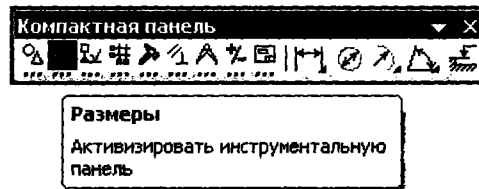

Рис. 17.4. Компактная панель в режиме чертежа с открытой панелью инструментов Размеры
1. *Простановка размеров.* С помощью команд инструментальной панели **Размеры** проставьте в чертеже необходимые размеры (рис. 17.4).